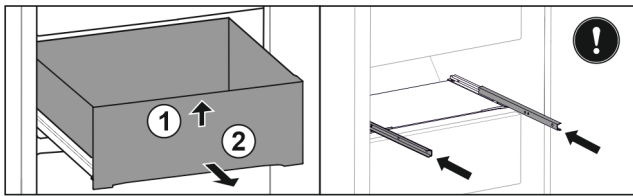

Fig. 113
- ▶ Soulever la partie avant du tiroir. Fig. 113 (1)
- ▶ Retirer le tiroir par l'avant. Fig. 113 (2)